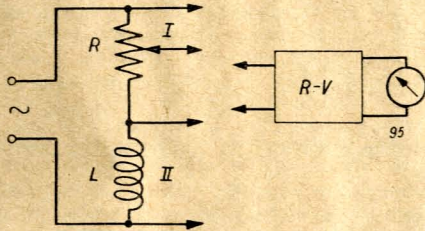

Abb. 36. Messung großer Selbstinduktivitäten und Kapazitäten.
Große Induktivitäten sind mit Niederfrequenz in der einfachen Meßanordnung nach Abb. 36 zu bestimmen; allerdings ohne weiteres nur ohne Berücksichtigung einer Gleichstromvorbelastung. Die Wechselspannung liefert die Tonfrequenzanlage. Eine besonders geeignete Schallplatte, die auf einer einzigen Plattenseite nur die Frequenz 1000 Hz enthält, ist die Grammophon-Platte Nr. 62 687. Es wird mit dem Röhrenvoltmeter einmal die Wechselspannung an der Selbstinduktion (II) gemessen, und dann am kapazitäts- und selbstinduktionsfreien Widerstand R dieselbe Spannung eingestellt (I). Aus der Gleichstromeichkurve von R — mittels Akku und Milliampere-meter vorher zu ermitteln und graphisch festzulegen — liest man den entsprechenden Widerstandswert ab. Es ist